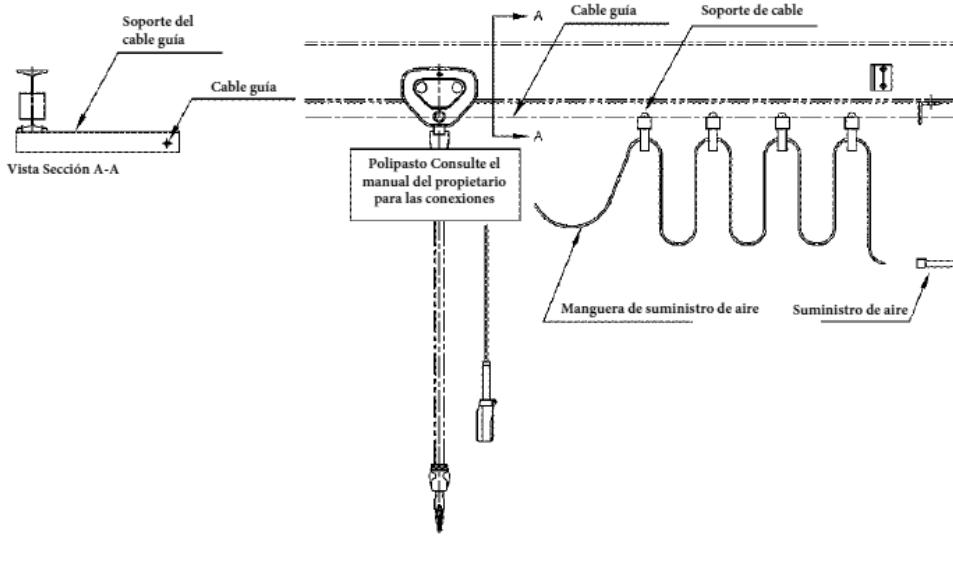

Figura 3-13 Instalación de la Manguera de Suministro de Aire y Ubicación del Cable Guía.
- Instale un sistema de guía de cable paralelo a la viga. (Ver **Figura 3-13**)